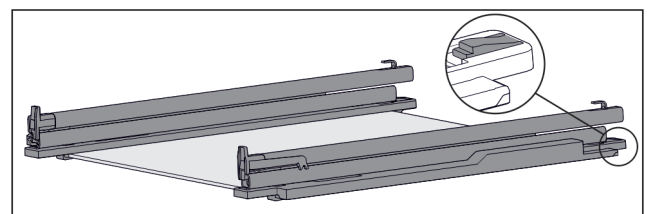

Fig. 110 Ripiano in vetro con guide e fermi
- ▶ Premere il fermo sul lato posteriore (vedere Fig. 110) e allo stesso tempo spingere la guida all'indietro.